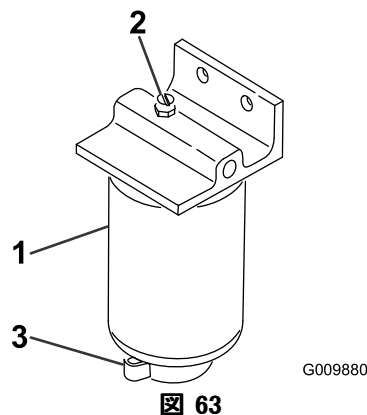

図 63
2. フィルタ容器 (図 63) 下部のドレンプラグをゆるめて水や異物を流し出す。
1. フィルタ容器 (図 63) の周辺をウェスできれいにぬぐう。